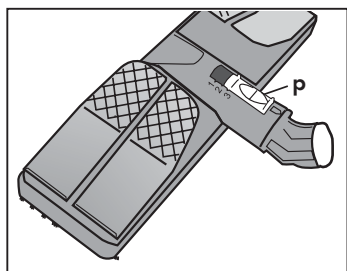

Fig. 13
- portare la leva (p) nella posizione 1 ASSEMBLING **(Fig. 13)**;